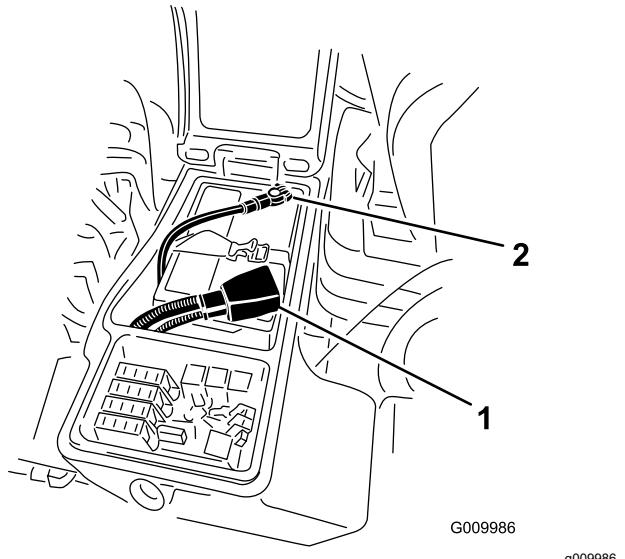

图 54
- 从负极（-）电池端子取下负极接线黑色从正极（+）电池端子取下正极接线红色 图 54。
6. 将正极红色接线连接到正极（+）电池端子负极黑色接线连接到负极（-）电池端子（图 54）。